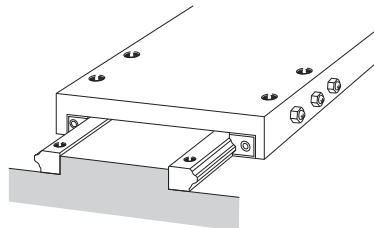

Fig.23
- a. Es aconsejable utilizar tres tornillos de ajuste de juego para cada bloque LM, como se muestra en Fig.23.